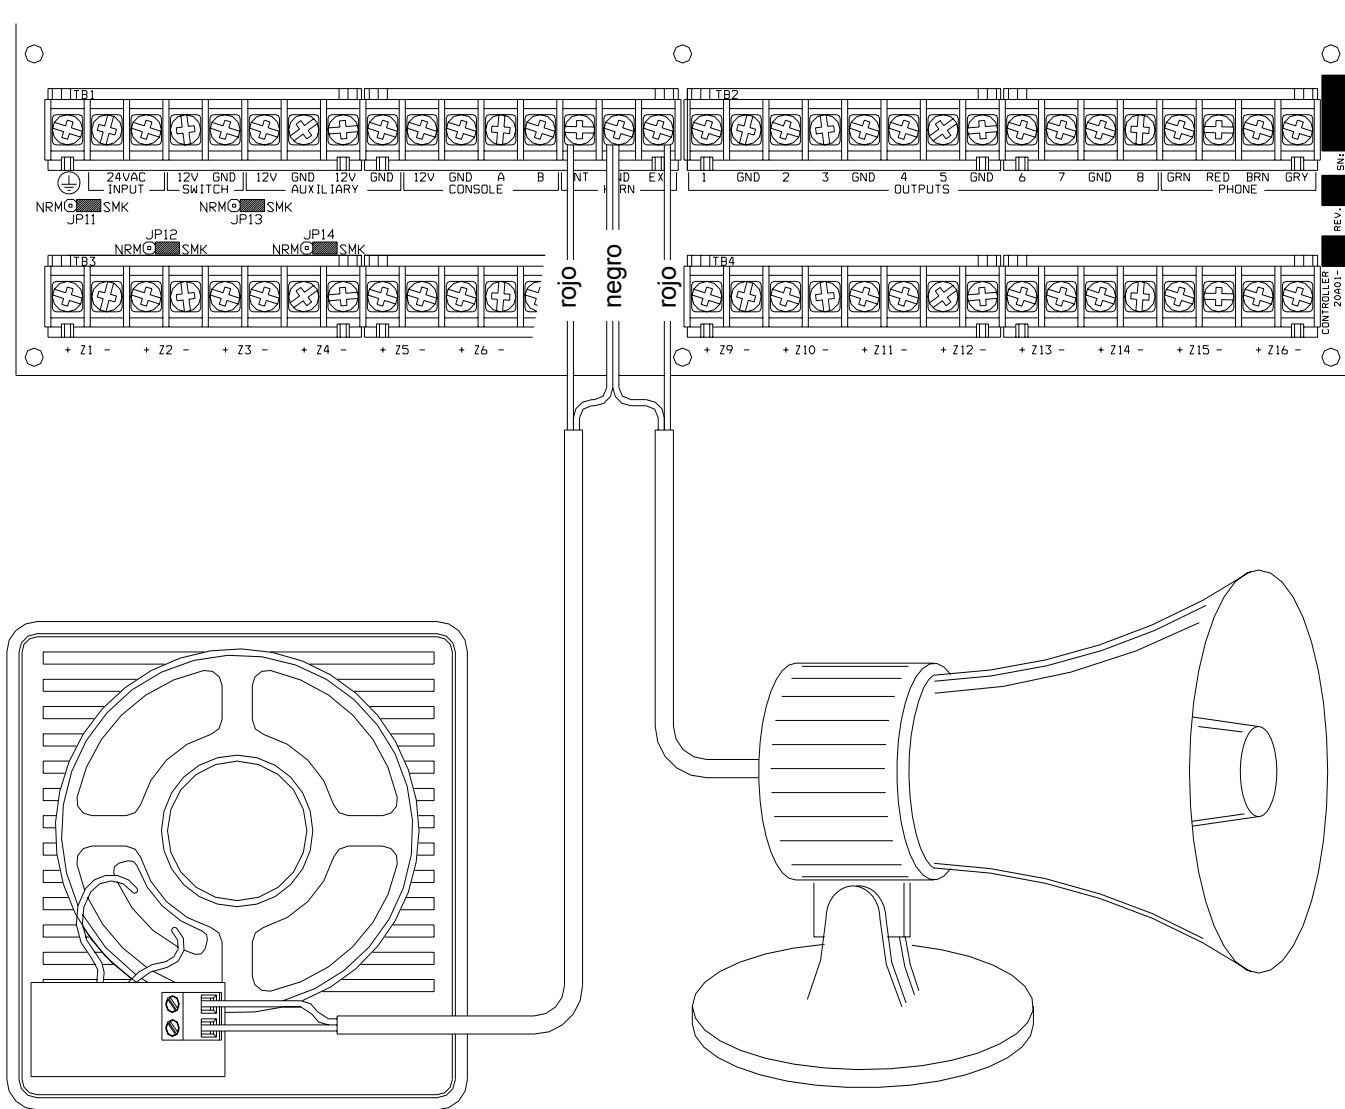

FIGURA 8 - CONEXIONES DE SONADORES
4. Refierase a la FIGURA 8 (CONEXION DE SONADOR) para conexiones.